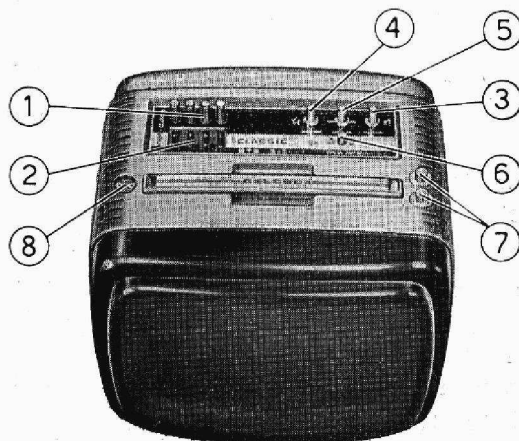

Fig. 1
- inserire nella presa apposita (fig. 1, n. 8) sul televisore lo spinotto di cui l'antenna a cerchietto è dotata;
Azionando l'interruttore di rete (fig. 1) il televisore viene alimentato dall'alimentatore G 2/20.
In questa situazione, premendo nella posizione « SI » il pulsante carica batterie (fig. 1), si spegne il televisore e si alimenta il
Sfilando allora il cordone di alimentazione tanto dalla presa di rete quanto dalla relativa presa n. 4 (fig. 4), sul televisore, e sollevando in posizione « NO » il pulsante carica batterie (fig. 1), si ottiene il funzionamento autonomo del televisore per mezzo dell'alimentatore G 2/20.